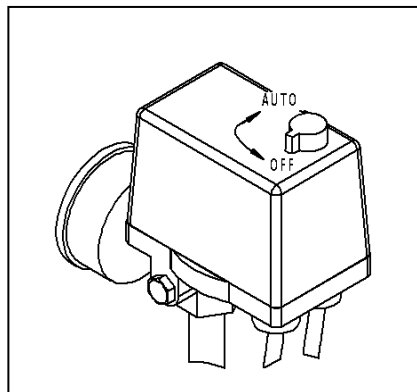

Figure 2
- 1 Arrêt via le pressostat. Mettez le pressostat en position « O » ou « OFF », selon le modèle (**Figure 2**).
Pour la mise en service après l'activation de la protection : une fois que le moteur a refroidi à une température autorisée, mettez le pressostat en position « O » ou « OFF » (**figure 2**), puis activez le compresseur en le mettant en position « I » ou « ON », selon le modèle. Le cas échéant, appuyez sur le bouton de protection thermique qui se trouve sur la boîte à bornes du moteur électrique.